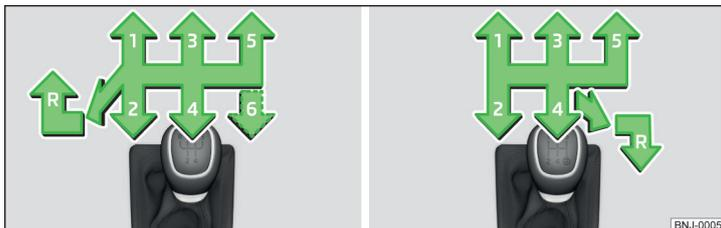

Fig. 109 Grille de passage des rapports de la boîte de vitesses mécanique : variante 1/variante 2
» fig. 109.
- Placez le levier entièrement à gauche, puis tout droit en position **R** » fig. 109.